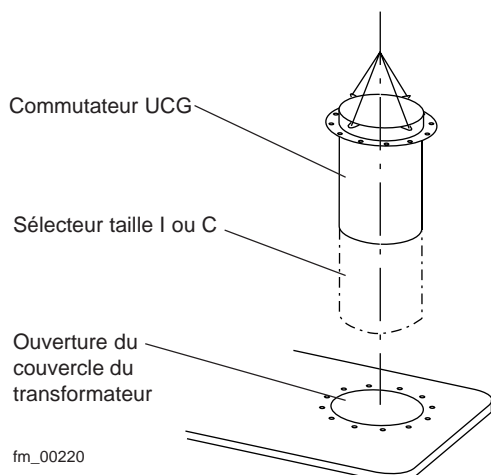

Fig. 8.
8. Soulever le changeur de prises en charge par l'anneau de levage (voir fig. 3) et le descendre prudemment dans l'ouverture du couvercle du transformateur (voir fig. 8). Placer le changeur de prises en charge en position de montage du système d'arbre extérieur (voir le schéma du transformateur). Les goujons situés sur la bride du couvercle du transformateur doivent s'engager dans les trous de la bride du boîtier du commutateur.